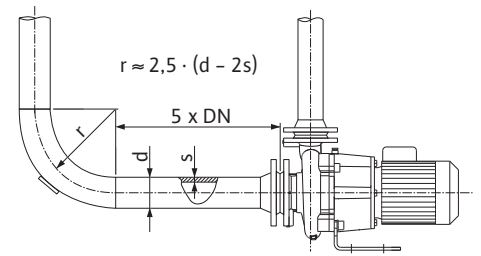
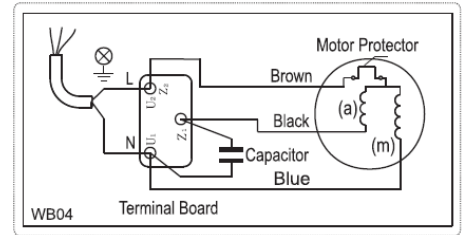

Fig. 4: مسافة التلامس أمام المضخة وخلفها
Fig. 5: وصلة التيار المتناوب
- يرتبط إمداد الشبكة الكهربائية بقدرة المحرك P2، وجهد الإمداد، وطريقة التشغيل. يمكن الاطلاع على دائرة التوصيل اللازمة لقناطر التوصيل في علبة الأطراف في الجدول التالي، وكذلك في Fig. 4، و Fig. 5.